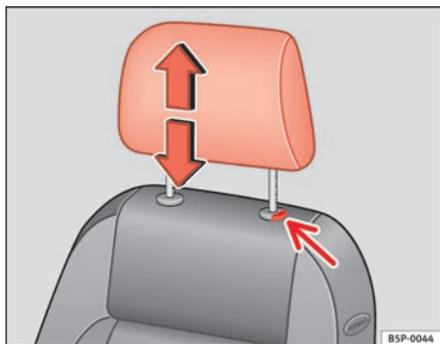

Fig. 66 Poggiatesta: regolazione dell'altezza oppure smontaggio
- Premere il tasto ⇒ fig. 66 (freccia).